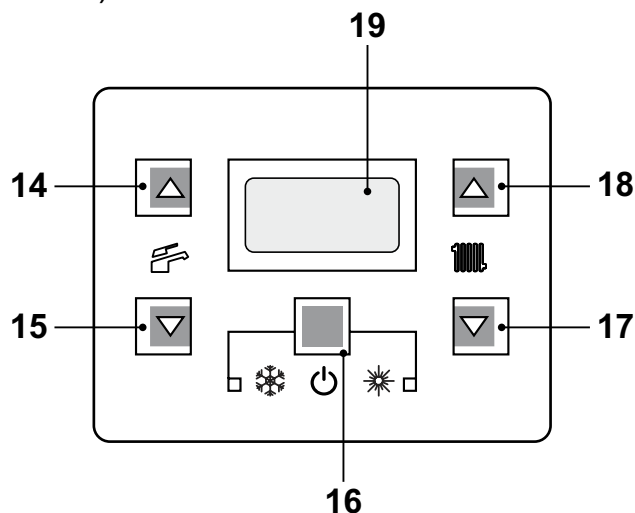
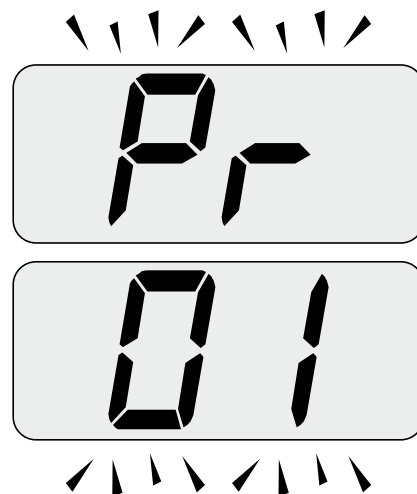
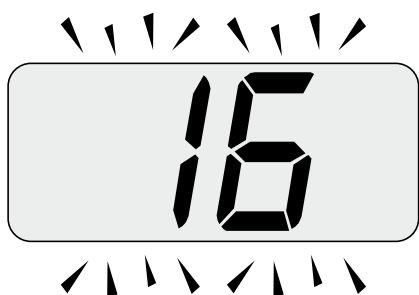

Figura 5.25
Figura 5.26
Figura 5.27
premendo contemporaneamente per 10 secondi i tasti 16 - 17 - 18 (Figura 5.25 ) fino a far apparire sul display LCD le lettere **Pr** che si alternano con il codice **01**, indicanti l'entrata nel "parametro 01"(Figura 5.26 ).
- Premere contemporaneamente i tasti 16 e 18 (Figura 5.25 ) fino a far apparire sul display LCD il valore del parametro 01 (Figura 5.27 ).
- Premendo il tasto 16 (Figura 5.25) si ottiene la conferma del valore inserito.
- Premendo contemporaneamente i tasti 16 e 17 (Figura 5.25) si esce senza modificare il valore (ritorno alla lista parametri Figura 5.26)
- Premendo contemporaneamente per 10 secondi i tasti 16 - 17 - 18 (Figura 5.25) si esce dalla "modalità programmazione".
- Entrare in "modalità programmazione" premendo contemporaneamente per 10 secondi i tasti 16 - 17 - 18 (Figura 5.25) fino a far apparire sul display LCD le lettere **Pr** che si alternano con il codice **01**, indicanti l'entrata nel "parametro 01"(Figura 5.26).
- Premere contemporaneamente i tasti 16 e 18 (Figura 5.25) fino a far apparire sul display LCD il valore del parametro 01 (Figura 3.4).
- Premendo contemporaneamente i tasti 16 e 17 (Figura 5.25) si esce senza modificare il valore (ritorno alla lista parametri Figura 5.26).